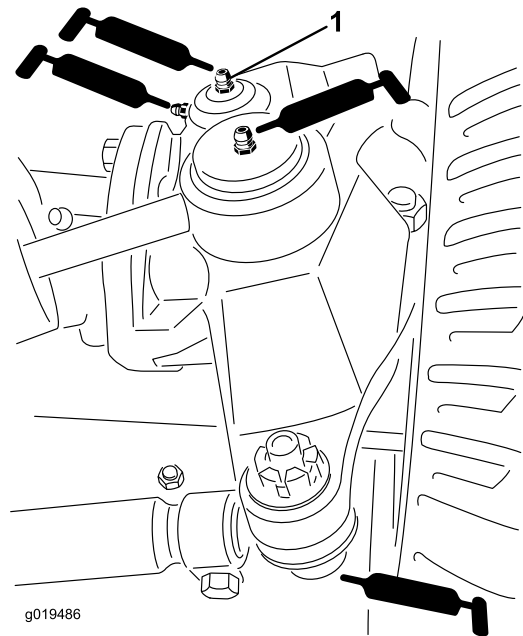

Figura 42
- Tirante del ponte posteriore (2) (Figura 42).
- Giunti sferici (2) del cilindro di sterzo (Figura 42)
- Boccole (2) del perno del fuso a snodo (Figura 42).